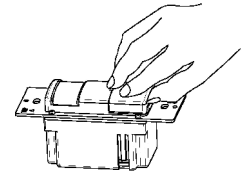

Figura 3
8. Quite la pequeña cubierta protectora. (Ilustrada en la Figura 3).